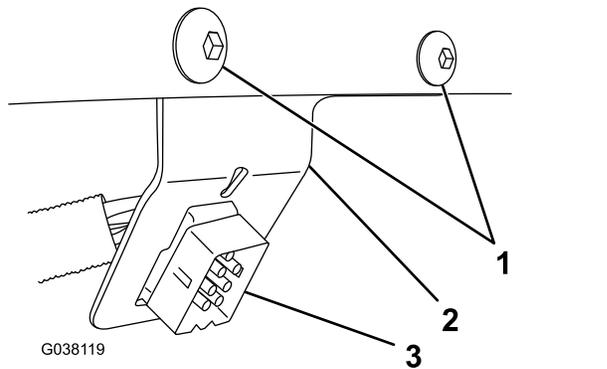

Figure 10
2. Tirez le connecteur du contrôleur du chasse-neige et le fil noir/rouge sous le capot, jusque dans la cabine du véhicule (Figure 10).
3. Installez le connecteur du contrôleur de chasse-neige sur le support du tableau de bord et fixez le support du côté gauche du volant à l'aide de 2 boulons autotaraudeurs (Figure 10).